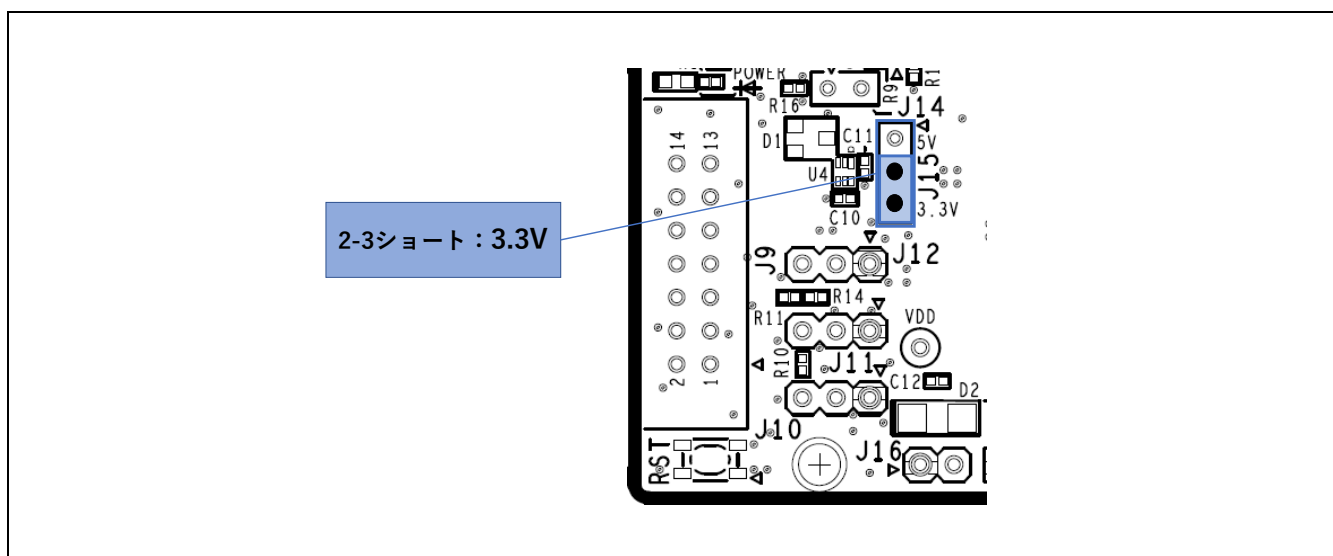

図 5-6: 3.3V 使用時のヘッド設定(部品面)
- J15 2-3 ショート : 3.3V 電源を選択。(図 5-6)